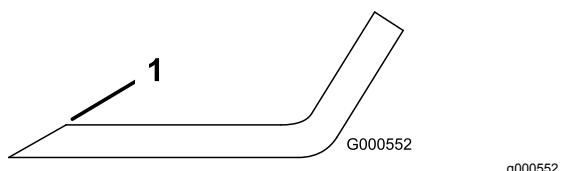

Bild 104
- Schärfen Sie die Schnittkante an beiden Enden des Schnittmessers mit einer Feile (Bild 104).
Hinweis: Feilen Sie, wenn das Schnittmesser nicht ausgewuchtet ist, vom Flügelbereich des Messers etwas Metall ab (Bild 104).